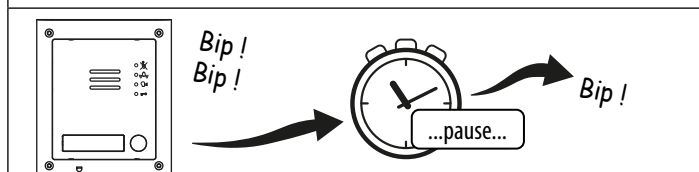

Fig. 57
3. Mettre le module GSM sous tension, 2 bips sont émis, suivis d'une courte pause, puis un 3ème bip est émis, comme indiqué dans **Fig. 57**.